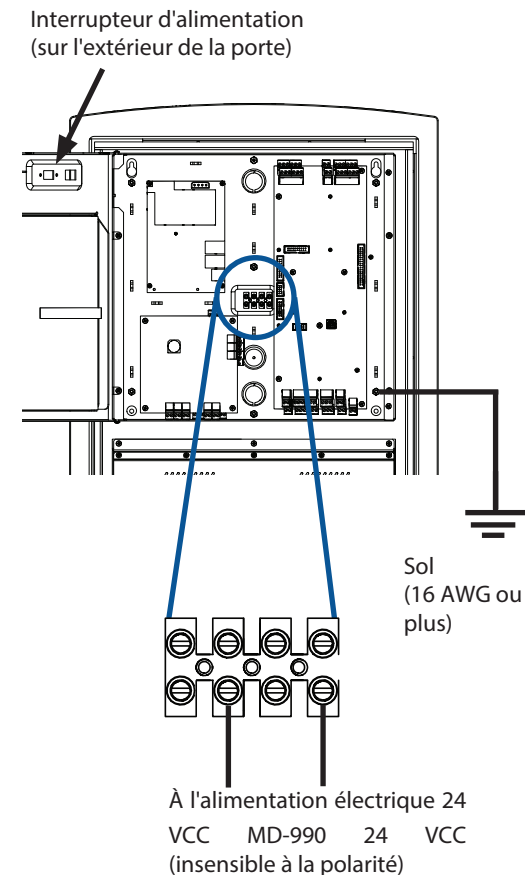

Figure 5: Mise à la terre et alimentation du châssis
1. Connecter les câbles d'alimentation de la charge MD-990 aux vis du terminal de l'écran tactile tel qu'illustré dans la figure 5.